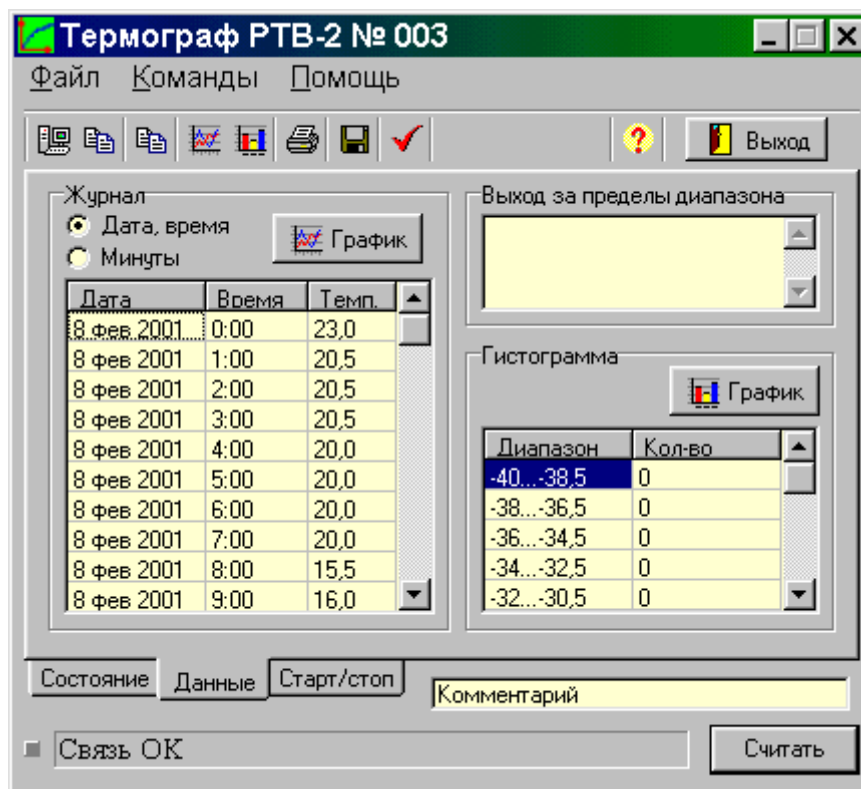

Рис. 4.3. Главное окно управляющей программы, вкладка «Данные».
4.4.3. В различных полях вкладки «Данные» (см. рисунок 4.3) выводится информация, считанная из регистратора и обновляемая автоматически по мере обновления в самом регистраторе:
6.2.5. Для просмотра данных, накопленных регистратором, необходимо выбрать вкладку «Данные» (рисунок 4.3). При выборе вкладки автоматически будут считаны данные из прибора и заполнены все таблицы и поля вкладки.